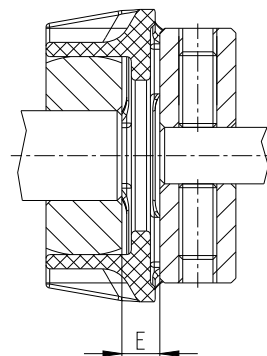

Bild 5: Kupplungseinbau
- Verschieben Sie die Aggregate in axiale Richtung, bis das E-Maß erreicht ist (siehe Bild 5).